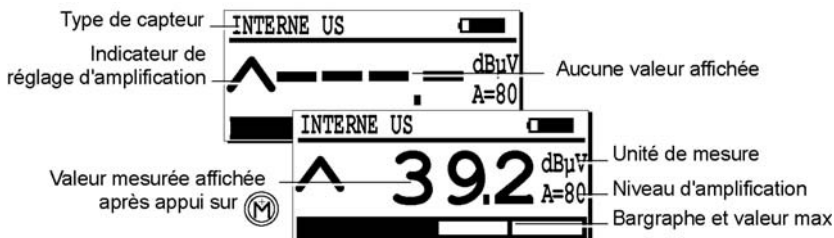

Figure 7 – L'afficheur LCD
- Assurez-vous que le capteur connecté soit automatiquement reconnu par l'appareil SDT 170. L'identification du capteur s'affiche dans le coin supérieur gauche de l'écran (fig. 7, Type de capteur).
- Contrôlez le niveau de la batterie sur l'icône située dans le coin supérieur droit de l'écran (fig. 7).